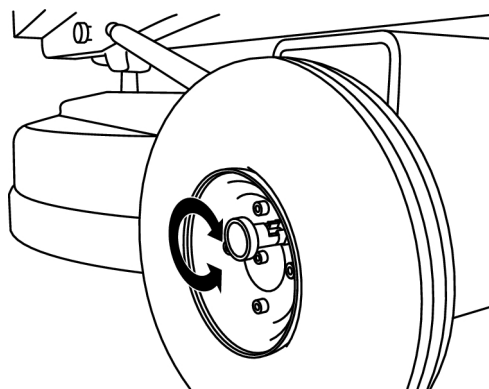

Figura 4-4. Rode 90 graus
2. Rode a cavilha 90 graus e largue-a em posição segura, ver Figura 4-4, página 19.